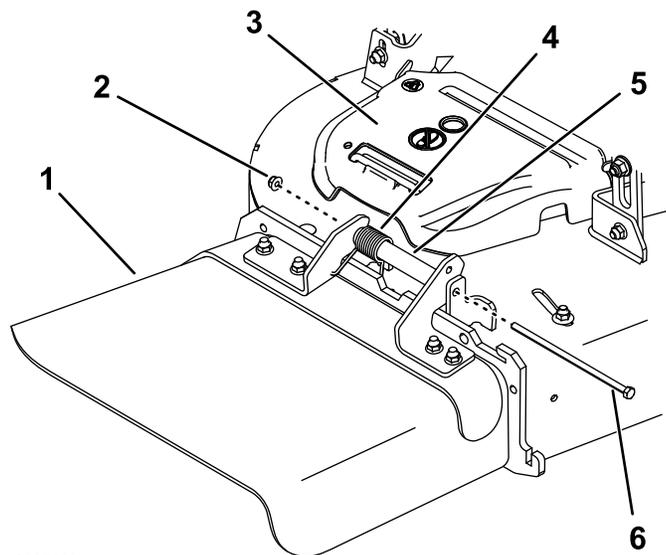

Figure 1
2. Déposez le protège-courroie (Figure 1).
1. Retirez le boulon (5/16" x 7½") et l'écrou (5/16") qui fixent la goulotte de d'éjection sur le plateau. Déposez la goulotte, le ressort et l'entretoise (Figure 1).